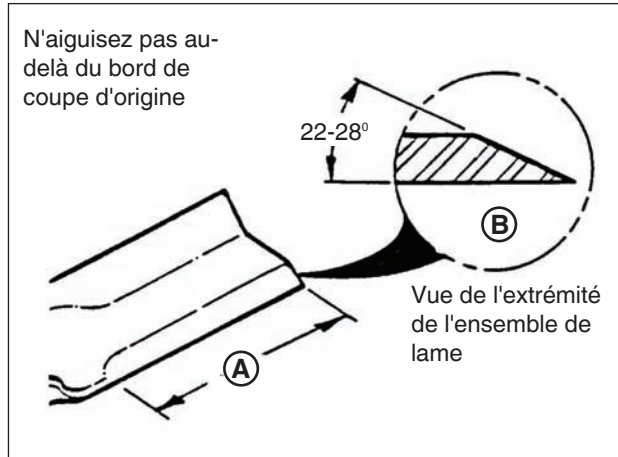

Figure 21: Aiguiser la lame de tondeuse
4. Aiguissez la lame sur une meule à un angle de 22 à 28 degrés (B, Figure 21). N'AIGUISEZ PAS au-delà du bord de coupe d'origine (A).